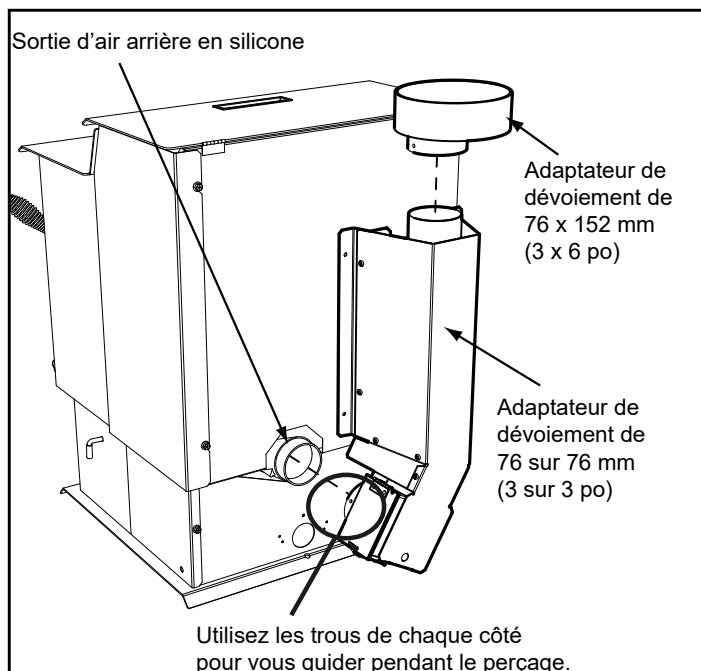

Figure 22.1
1. Enduisez la sortie d'air de 76 mm (3 po) d'une couche de silicone haute température. **Ne pas mettre de silicone à l'intérieur du tuyau. Figure 22.1**
2. Glissez l'adaptateur supérieur de ventilation sur la sortie d'air et placez l'assemblage en position verticale. **Figure 22.1.**
3. Percez 4 trous au moyen de la mèche no 26 (fournie) dans la face arrière de l'appareil en utilisant l'écran extérieur comme gabarit (assurez-vous que l'assemblage soit en position verticale). **Figure 22.1.**
5. Percez 2 trous au moyen de la mèche n° 26 à travers la sortie d'air arrière, en vous guidant sur les 2 trous déjà percés dans le court tuyau horizontal de l'adaptateur supérieur de ventilation. Installez les 2 vis. **Figure 22.1.**
7. Pour nettoyer l'adaptateur supérieur de ventilation, ouvrez le couvercle de nettoyage. **Figure 22.1.**
1. Enduisez la sortie d'air de 76 mm (3 po) d'une couche de silicone haute température. **Ne pas mettre de silicone à l'intérieur du tuyau. Figure 22.1.**